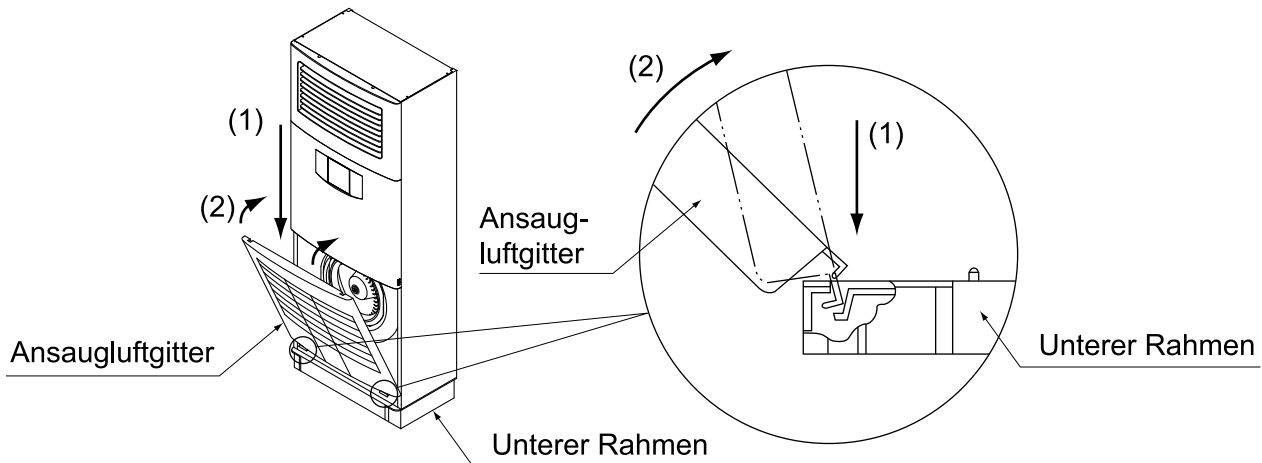

Abb. 40
1. Setzen Sie das Ansaugluftgitter in der Reihenfolge (1)→(2) in die Nut am Bodenrahmen des Gerätes ein. (Siehe Abb. 40)